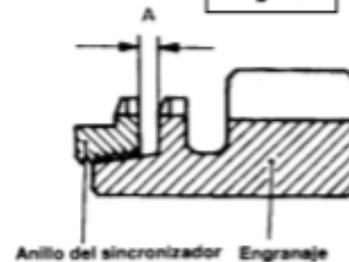

Fig. 13
- Medir en varios lugares y comparar con las especificaciones del fabricante. Fig. 13